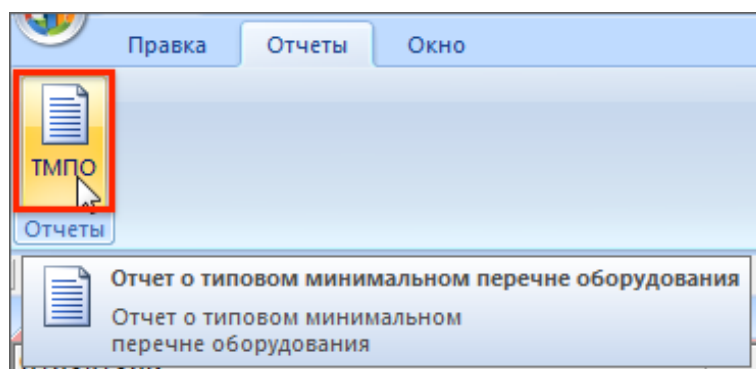

Рис. 10-249– Формирование отчета по ТМПО
6) Для включения элемента ЛСИ в список ТМПО выбрать элемент в окне «Логистическая структура» (1, рис. 10-249), переместить фокус ввода в окно «ТМПО» (2) и нажать кнопку «ТМПО» (3) панели «Создать».